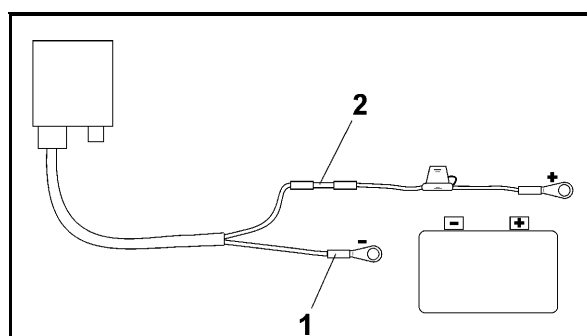

Fig. 86
- Den blå kabeln (jord) ansluts till ringstycket (Fig. 86/1).
- Den bruna kabeln (+ 12 Volt) skjuts in i hylsan (Fig. 86/2).
- Värm upp hylsan (Fig. 86/2) med värmepistol eller liknande tills limmet kommer ut.